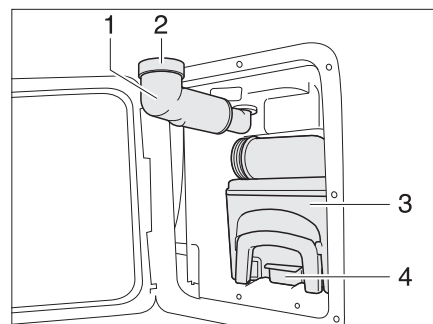

Bild 142 Thetford-Kassette
- Frischwasser-Einfüllstutzen (Bild 142,1) nach außen schwenken.
- Schraubkappe (Bild 142,2) abnehmen.